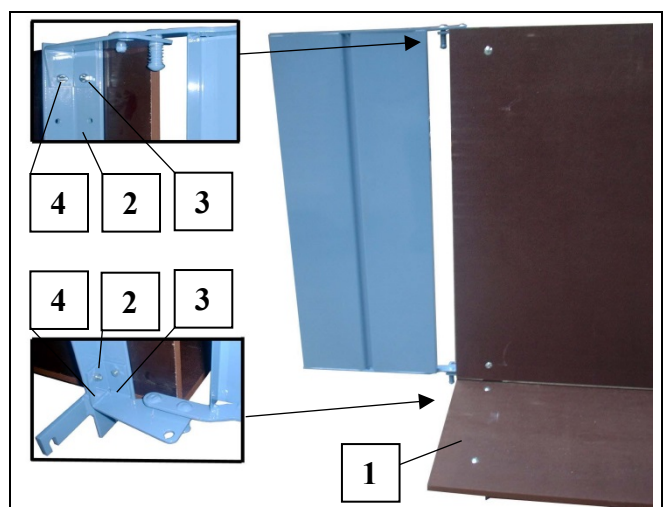

Fig. 40 Asamblarea platformei universale
- Montarea protecției rabatabile (5) (vezi Fig. 40 Asamblarea platformei universale)
- Peretele lateral (6) se montează pe profilul portant cu câte două șuruburi (7).